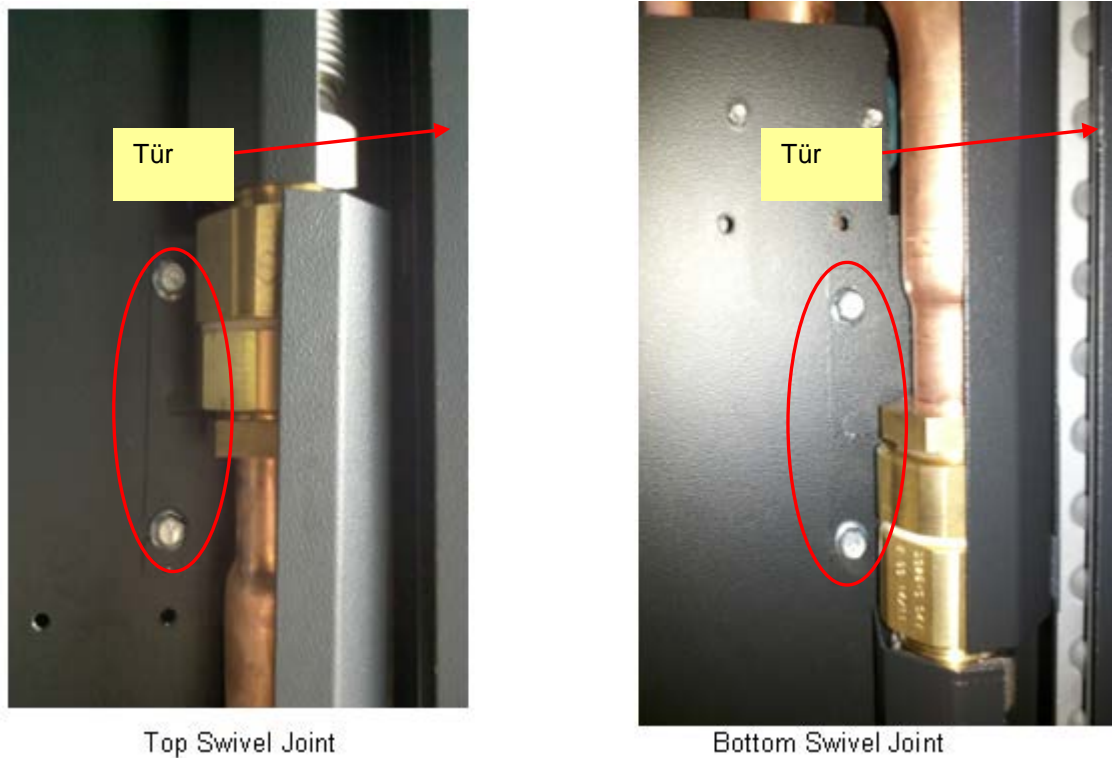

Abbildung 24 Innere Drehgelenkabdeckungen
- 15** Schließen Sie im letzten Schritt das Erdungskabel der Tür an den Rahmen des Knürr DCD an (Abbildung 24).